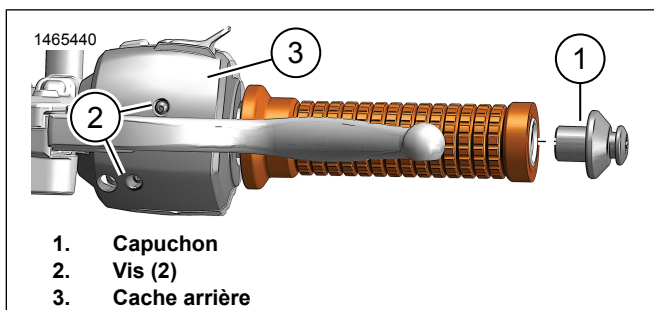

Figure 3. Couvercle avant (côté gauche indiqué)
1. Retirez le capuchon (1).
2. Voir la Figure 3. Retirez le couvercle arrière (3).
2. Voir la Figure 3. Placez le couvercle arrière (3) en position.
3. Serrez les vis (2).
4. Voir la Figure 3. Installez le capuchon (1). Serrer.